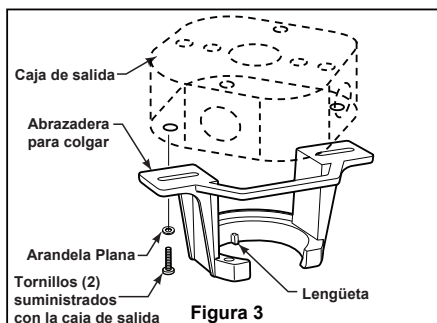

Figura 3
Uso del soporte (Figura 3)
3. Vuelva a colocar la cubierta de la carcasa en la unidad del motor usando los tornillos extraídos anteriormente. (Figura 3)
3. Afloje los dos tornillos de fijación del soporte del barral de soporte para techo a través de la varilla. Introduzca los cables de color marrón, azul, rojo, gris y amarillo cables a través de la varilla. (Figura 3)
- ☐ 1. Fije bien la abrazadera para colgar a la caja de salida (no se incluye) con los tornillos y las arandelas provistas con la caja de salida. (Figura 3)
2. Deslice el receptor en el soporte de suspensión antes de realizar el cableado como se muestra en la figura 3.
- ☐ 3. Extraiga la carcasa de la pila del mando a distancia con un destornillador y guarde el tornillo para más adelante. (Figura 3)